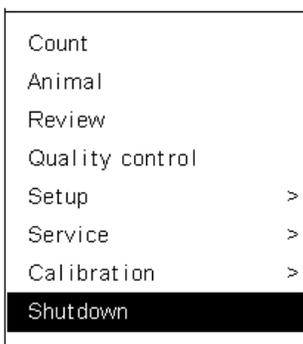

Рисунок 6-15 Выбор программы выключения анализатора
1. Нажмите [MENU], чтобы войти в системное меню и нажмите “Shutdown”, как показано на **рис. 6-15**;